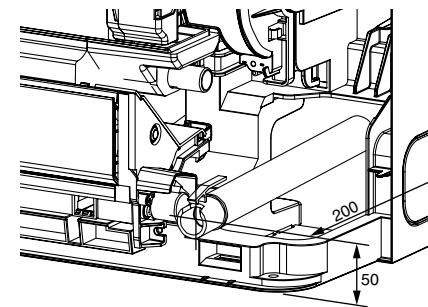

Abb. 8
- Bei Verlegen des Ablaßrohrs sicherstellen, daß der Ablaßschlauch ① wie abgebildet verlegt wird. (Abb. 8)